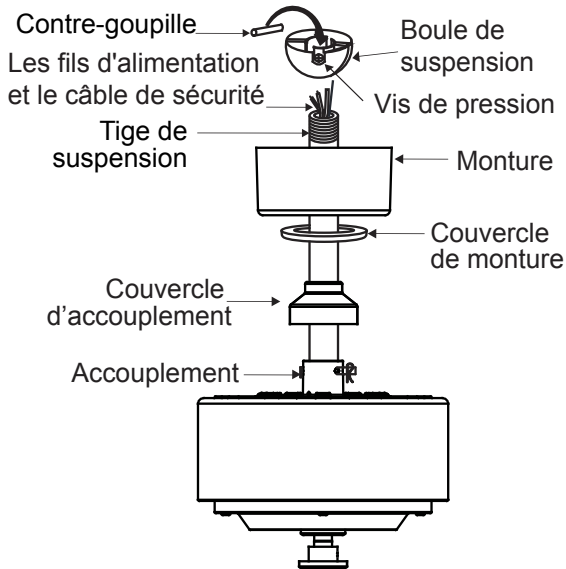

Fig. 10
**Étape 9.** Faites glisser le couvercle de l'accouplement, le couvercle de montage et la monture sur la tige de suspension. (Fig. 10)
Vissez la boule de suspension sur la tige de suspension, insérez la contre-goupille dans la tige de suspension et serrez. Serrez maintenant la vis de pression. (Fig. 10)